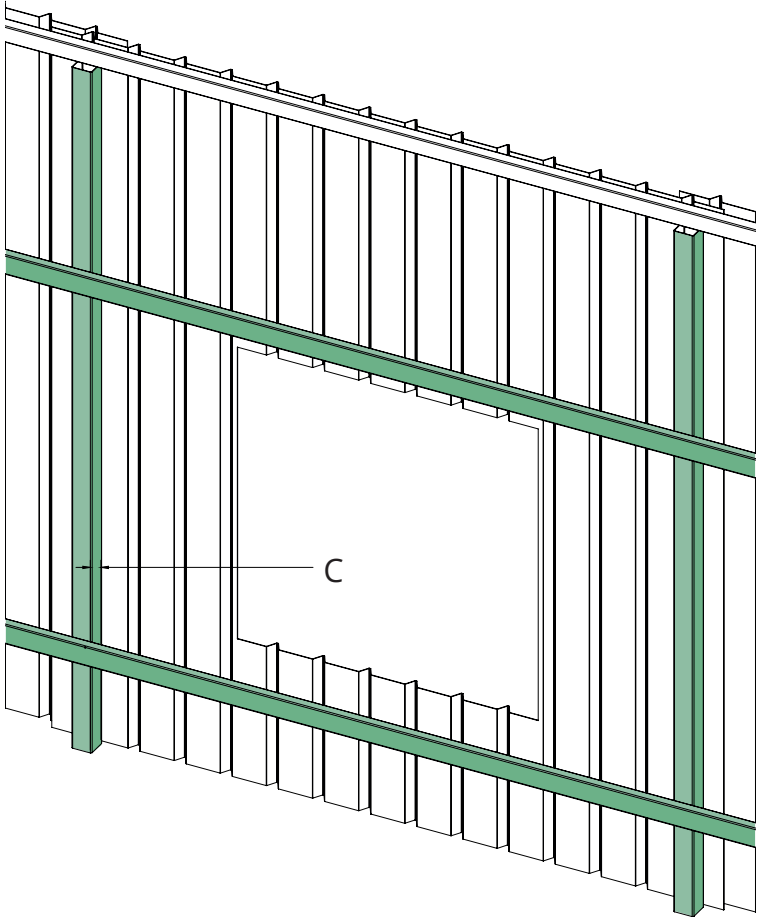

Fig. 6.15
6.18 Despatinar los extremos de los dos "soportes 2M", ubicar la cara que cuenta con SOLO DOS BARRENOS y cortar a la medida "B" que se obtuvo en el paso 2. Así como se muestra la Fig 6.15